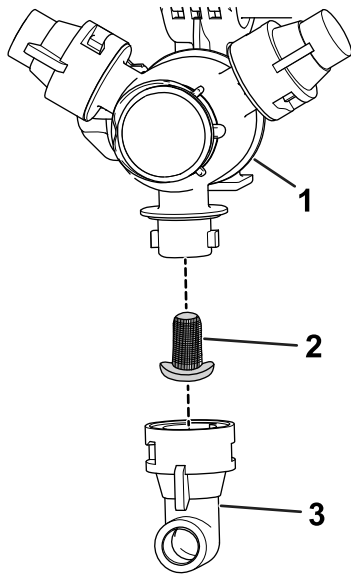

Figure 103
2. Déposez la buse de la tourelle de pulvérisation (Figure 103).
3. Retirez le filtre de buse usagé (Figure 103).
4. Montez le filtre de buse neuf (Figure 103).
5. Montez la buse sur la tourelle de pulvérisation (Figure 103).